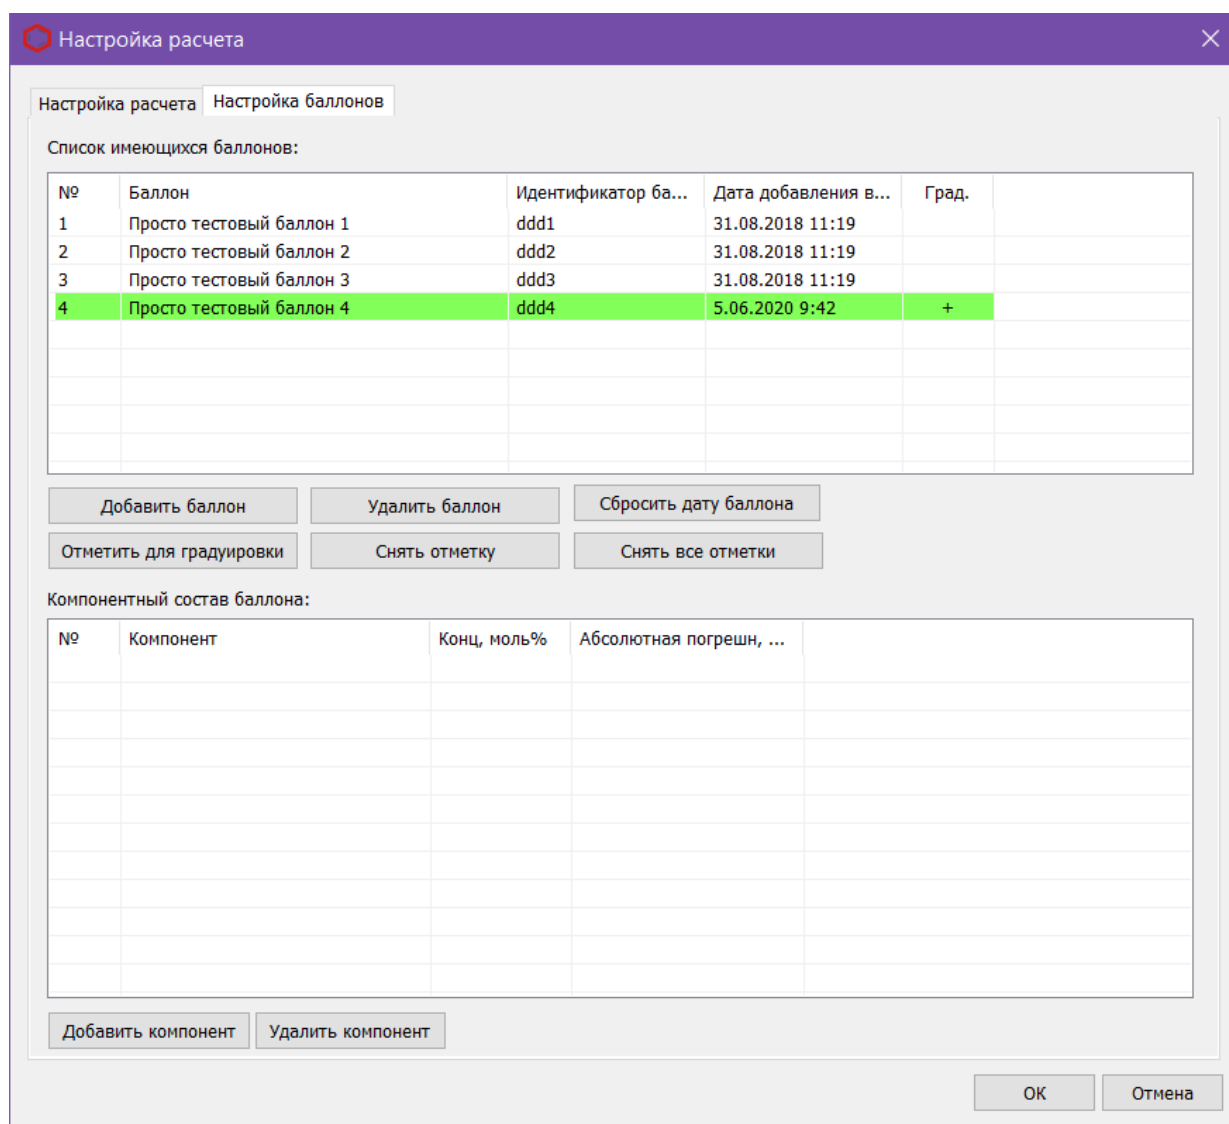

Рис. 8. Окно «Настройка баллонов»
1. В основном окне нажмите **Настройка расчёта**. Откроется окно *Настройка расчёта* (Рис. 8).
2. В окне *Настройка расчёта* перейдите на вкладку *Настройка баллонов* (Рис. 8).